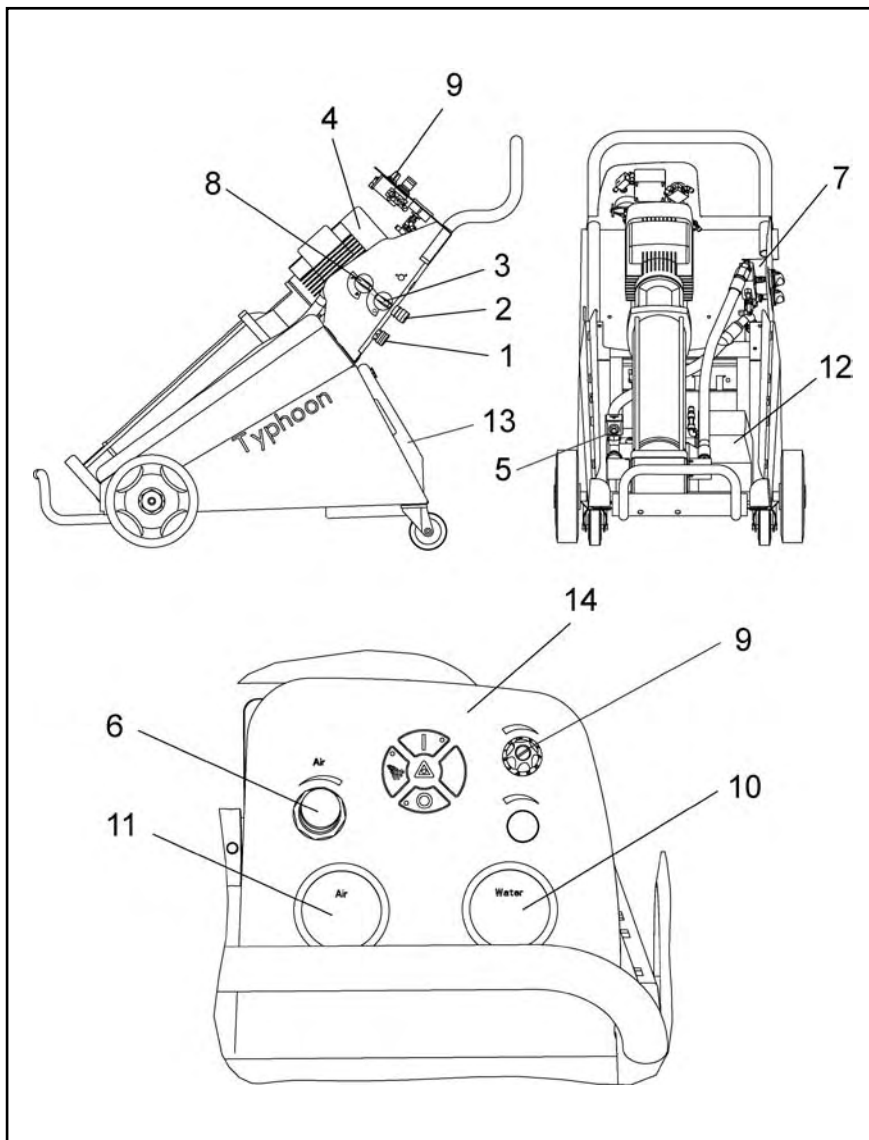

Fig. 3
Typhoon Dual (Fig. 3, User Pack)
1. Arrêtez l'unité Typhoon en appuyant sur le bouton "0" (fig. 3).